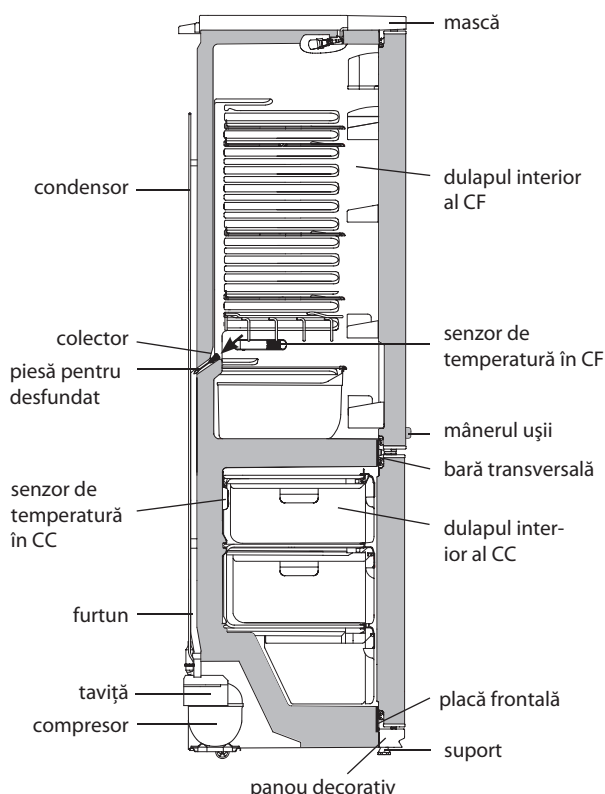
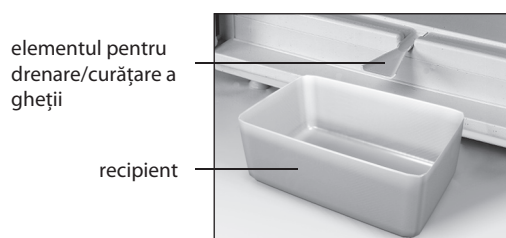

Figura 7 — Schema scurgerii apei rezultate în urma topirii din CF
Figura 8 – Colectarea apei rezultate în urma topirii din CF
5.1.1 În CF se folosește un sistem automat de dezghețare. Bruma care apare pe pereții din spate al CF, se topește în timpul ciclului de dezghețare la deconectarea compresorului și se transformă în picături de apă. Picăturile de apă rezultată în urma topirii se scurg în colector, apoi prin gaura acestuia și prin furtun - în tavița de pe compresor, în conformitate cu figura 7 și se evaporă.
Pentru eliminarea înfundării folosiți piesa corespunzătoare și curățați gaura colectorului, astfel ca apa să se scurgă liber în taviță, apoi spălați piesa și instalați-o în conformitate cu figura 7.
SE INTERZICE să utilizați frigiderul cu sistemul de scurgere înfundat. Apa care a apărut pe fundul CF sau care a ajuns în locul de alăturare a barei transversale și a dulapului interior al CF, în conformitate cu figura 7, poate provoca coroziunea dulapului exterior al frigiderului și elementelor agregatului frigorific, defectarea izolației termice, formarea crăpăturilor dulapului interior și defecțiunea frigiderului.
ATENȚIE! Nu puneți produsele în CF prea aproape de senzorul de temperatură, care este situat pe peretele drept al CF, în conformitate cu Figura 7.
ATENȚIE! Nu puneți produsele în CC prea aproape de senzorul de temperatură, care este situat pe pereții din spate al CC, în conformitate cu Figura 7.
- instalați în conformitate cu figura 8 elementul de masă plastică pentru drenare și orice vas recipient cu volumul de nu mai puțin de 2 litri pentru a colecta apa rezultată în urma topirii;
SE INTERZICE să decongeleți congelatorul fără utilizarea elementului pentru drenare instalat în conformitate cu figura 8. Apa rezultată în urma topirii care se scurge din cameră afară de elementul pentru drenare, pătrunzând în locul de alăturare a plăcii frontale la dulapul interior în conformitate cu figura 7, poate provoca coroziunea dulapului exterior al congelatorului și a elementelor agregatului frigorific, defectarea izolației termice, formarea crăpăturilor dulapului interior și defecțiunea dulapului congelatorului.